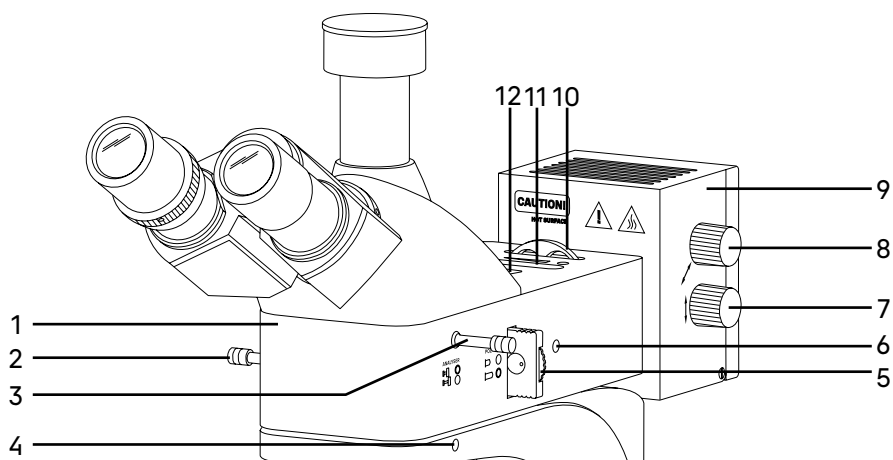

Рис. 4. Насадка осветителя отраженного света
Осветитель отраженного света представлен на рис. 4.
Корпус насадки 1 (рис. 4) устанавливается сверху на штатив микроскопа и закрепляется винтом 4 (рис. 4) при помощи ключа-шестигранника. В корпусе насадки располагаются:
- устройство простой поляризации – вращающийся поляризатор 5 (рис. 4) и встроенный анализатор 3 (рис. 4);
- полевая диафрагма 12 (рис. 4) и апертурная диафрагма 11 (рис. 4);
- несъемное кольцо с набором цветных фильтров 10 (рис. 4) имеет пять положений: свободное отверстие и 4 фильтра – матовый, желтый, зеленый и синий;
— рукоятка 2 (рис.4) для переключения на режим отраженного/проходящего света – для переключения на режим проходящего света (для исследования прозрачных и полупрозрачных пленок и фильтров) выдвиньте рукоятку 2 (рис. 4) до упора, а для переключения на режим отраженного света (для освещения непрозрачных образцов, таких как металлы и сплавы, для исследования поверхности образца с целью выявления его текстуры, микроструктуры и обнаружения дефектов) установите ее в крайнее вдвинутое положение.
Поляризатор 5 (рис. 4) расположен в корпусе насадки между источником света и объективами. Поляризатор имеет два положения – свободное отверстие и поляризационный фильтр. Поляризатор вращается в диапазоне 0–360°. Чтобы ввести поляризатор в оптическую ось, следует вставить устройство до конца. Поляризованный свет передается через объектив на объект.
Анализатор 3 (рис. 4) расположен между объективом и визуальной насадкой. Анализатор имеет два положения – свободное отверстие и поляризационный фильтр. Чтобы ввести анализатор в оптическую ось, следует вставить устройство до конца.
Фонарь лампы 9 (рис. 4) крепится на насадку 1 (рис. 4). Внутри фонаря располагается источник света – галогенная лампа. Центрировка лампы по трем осям осуществляется рукоятками 15 (рис. 2) и 7, 8 (рис. 4). Галогенная лампа нагревается, поэтому корпус фонаря имеет решетку для естественного охлаждения источника света.